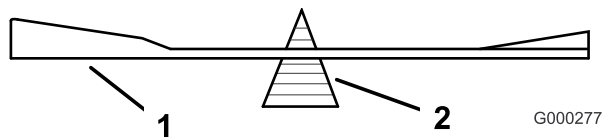

Figura 60
2. Verifique el equilibrio de la cuchilla colocándola sobre un equilibrador de cuchillas (Figura 60). Si la cuchilla se mantiene horizontal, está equilibrada y puede utilizarse. Si la cuchilla no está equilibrada, rebaje algo el metal en la parte de la vela solamente
(Figura 60). Repita este procedimiento hasta que la cuchilla esté equilibrada.